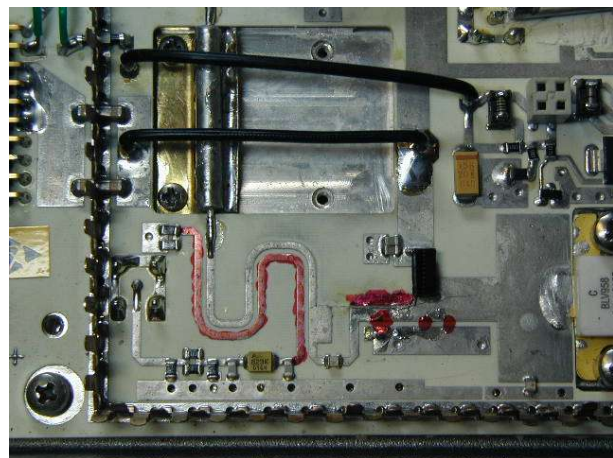

Bild 5 Auskoppelung
8. Auskoppelung: Die beiden SMD- "C" und der Trimmer, wie in Bild 5 rot markiert, werden ausgelötet.
9. Die parallel zur Ausgangs- Stripline verlaufende Koppelleitung, in Bild 5 rot gekennzeichnet, wird entfernt.
10. An der Stelle des Zirkulators wird die unterbrochene Leitung mit einem Stück UT141 Festmantelleitung überbrückt. Die Verbindung des Schirms mit Masse wird mit einem Stück Messing- oder Kupferblech realisiert. Siehe Bild 5 oder 6.
12. Die folgenden Optimierungspunkte bringen den größten Gewinn! Die HF-Leiterbahn, bei der Drossel für die Kollektor-Spannungszuführung, sollte etwas schmaler gemacht werden. Siehe rot gezeichnete Stelle in Bild5. Vorsicht! Nicht zu viel entfernen, dabei die Ausgangsleistung beachten! Auch das Versetzen des Einspeisepunktes der Drossel um ein paar Millimeter in Richtung Kollektoranschluß bringt auch noch etwas Leistung (siehe Pfeil in Bild6). Bei den